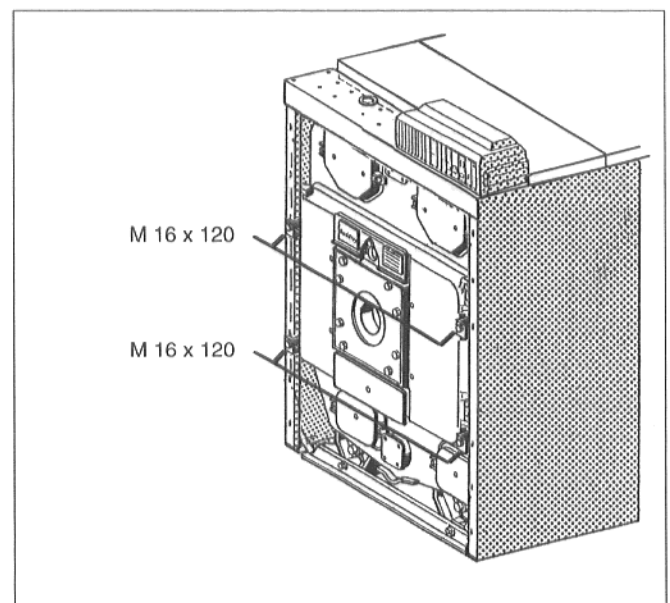

Fig. 60
- De fire maskinskruene M 16 x 120 løses på brennerdøren (fig. 60).